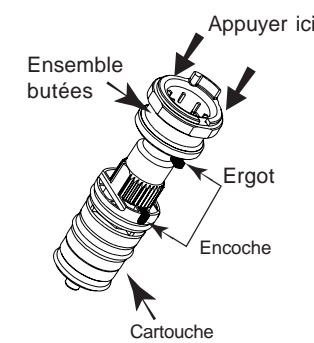

Fig. 5
- Engager à fond l'ensemble butées sur la cartouche en orientant l'ergot avec l'encoche (fig. 5).